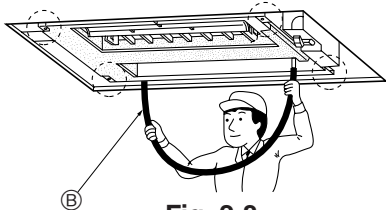

Fig. 2-8
4. Убедитесь в том, что все четыре угла располагаются на одном уровне, для этого воспользуйтесь строительным уровнем или прозрачной пластиковой трубкой, заполненной водой. (Fig. 2-8)